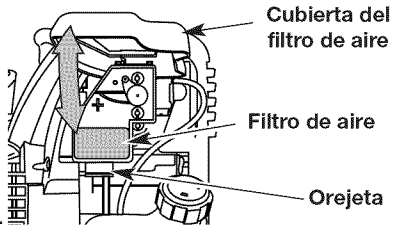

Fig. 23
- Abra la tapa del filtro de aire. Empuje hacia adentro la lengüeta que está en lado inferior de la tapa. Después hale hacia afuera y arriba la tapa del filtro de aire. (Fig. 23).
- Instale de nuevo la tapa del filtro de aire. Haga coincidir las ranuras que hay en la parte superior de la tapa del filtro de aire con las lengüetas de la parte superior de la placa posterior (Fig. 23).
- Gire la tapa hacia abajo hasta que la lengüeta de la placa posterior del filtro de aire se enganche en la ranura de la tapa del filtro de aire (Fig. 23).